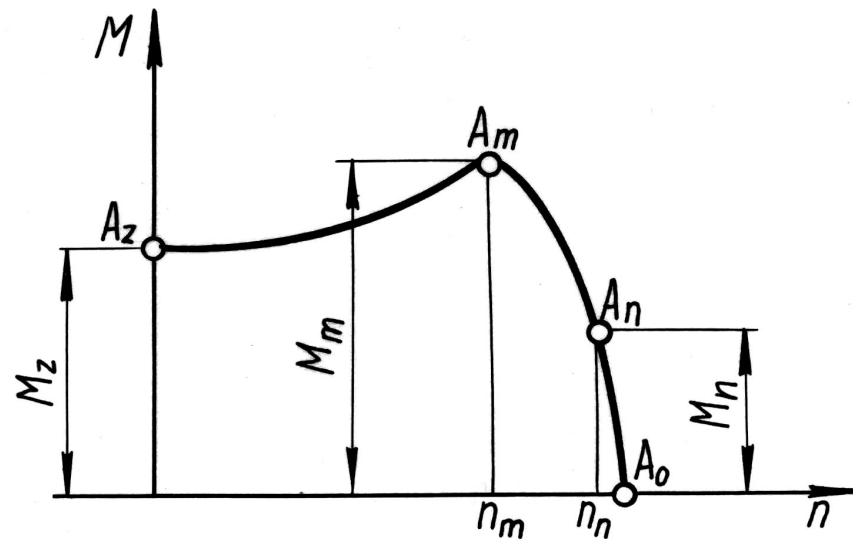

Рисунок 1 – Расчетная схема вала и эпюры моментов
- 12.12.2 Иллюстрации, за исключением иллюстраций приложений, следует нумеровать арабскими цифрами сквозной нумерацией. Если рисунок один, то он обозначается «Рисунок 1». Допускается нумерация иллюстраций в пределах раздела. В этом случае номер рисунка состоит из номера раздела и порядкового номера рисунка, разделенных точкой.